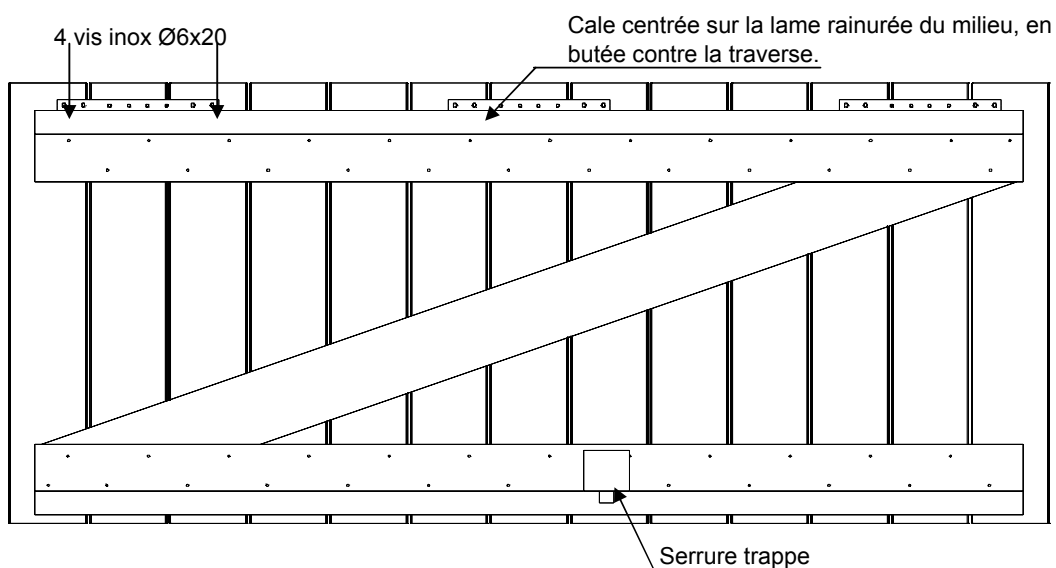

Figure 48 :
d) Visser les cales sur les trappes. (voir fig. 48)